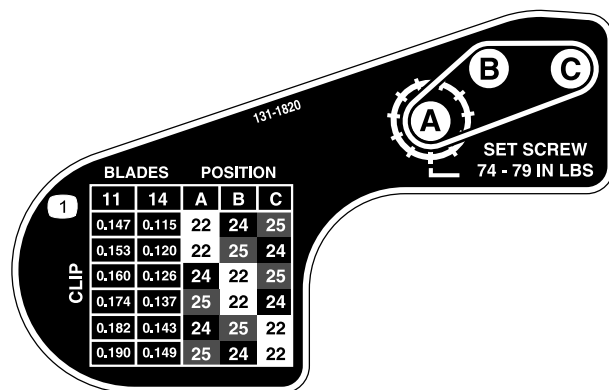

Figura 21
6. Servendovi della tabella sull'adesivo illustrato in Figura 21, determinate l'impostazione di taglio desiderata e quali pulegge dovete spostare.
9. Montate ciascuna puleggia secondo la configurazione indicata sull'adesivo (Figura 21).